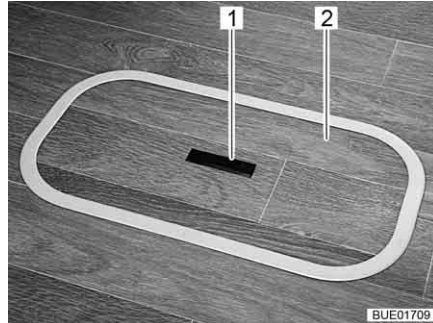
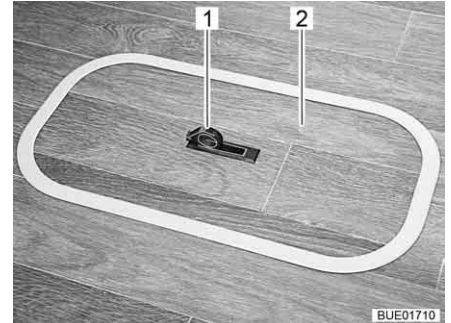

Fig. 54 Copertura scomparto nel fondo (maniglia abbassata)
Fig. 55 Copertura scomparto nel fondo (maniglia alzata)
- Spingere la piastra di presa (Fig. 54,1) verso il basso da un lato. La maniglia (Fig. 55,1) viene ruotata verso l'alto.
- Rimuovere la copertura (Fig. 54,2 o Fig. 55,2) tirandola verso l'alto.